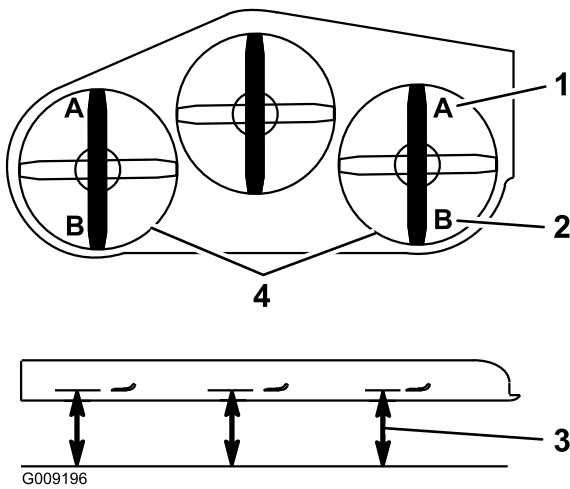

Figura 86
- 9. En ambos lados de la carcasa, mida desde la superficie nivelada hasta la punta delantera de la cuchilla (Posición A). La medida debe ser de 7,6 cm (3 pulg.) (Figura 86).
15. En ambos lados de la carcasa, mida desde la superficie nivelada hasta la punta trasera de la cuchilla (Posición B). La medida debe ser de 8,3 cm (3-1/4 pulg.) (Figura 86).